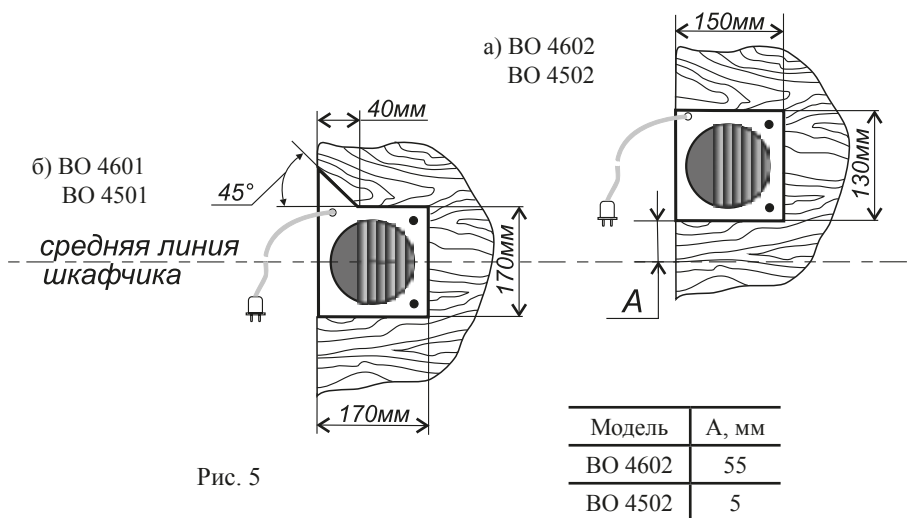

Рис. 5
- 6.3 Шкафчик для встраивания воздухоочистителя должен иметь полость с вырезом в верхней панели (рис. 5).